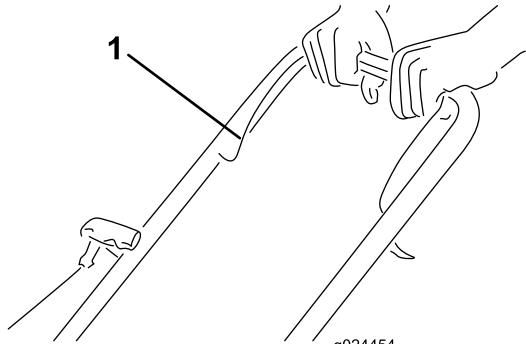

Figure 11
- 1. Maintenez la barre de commande de la lame contre le guidon (Figure 11).